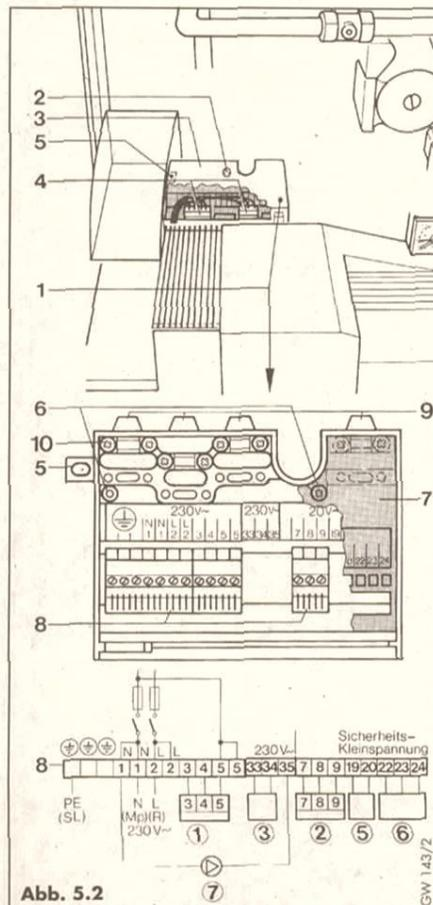
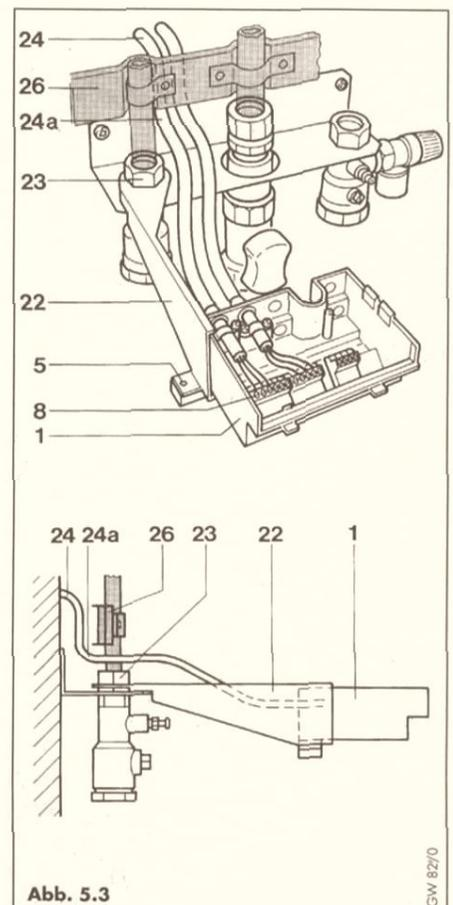

Abb. 5.2
Abb. 5.3
Netzanschluß des Gerätes und Anschluß von externen Regelgeräten im Anschlußkasten (1, Abb. 5.2 und 5.3) vornehmen.
- Schraube (2) lösen und Deckel (3) abnehmen (Abb. 5.2)
- Schrauben (6) lösen und innere Abdeckung (7) abnehmen (Abb. 5.2). Abstandshalter (22) am Wartungshahn (23) befestigen (Abb. 5.3).
- Anschlußkasten (1) mit Schraube (5) am Abstandshalter befestigen.
- Anschlußleitungen (24) auf ca. 50 cm Länge ab Wandauslaß zuschneiden und abisolieren.
- Anschlußleitungen mit einer Schleife (24a) gemäß Abbildung 5.3 verlegen. Schleife (24a) ist erforderlich, damit die anschließende Geräteinstallation nicht durch die Gerätetraverse (26) behindert wird.
- Anschlußverdrahtung an Klemmleiste (8) gemäß Anschlußschema vornehmen.
- Anschlußleitungen nach Klemmenanschluß mit den zugehörigen Zugentlastungen (10) sichern.
- Anschlußkasten von dem Abstandshalter (22) abschrauben.
- Innere Abdeckung (7, Abb. 5.2) wieder befestigen und falls Geräteinstallation nicht unmittelbar vorgenommen wird, Deckel (3) aufsetzen und mit Schraube (2) festschrauben.
- Nach erfolgter Geräteinstallation Anschlußkasten von unten in Gerät einbauen, und von Geräteunterseite mit der Befestigung (5) anschrauben.
- Die drei Stecker (4, Abb. 5.2) wieder einstecken (Hauptschalter muß auf „0“ stehen!).
- Deckel (3) aufsetzen und mit Schraube (2) festschrauben.